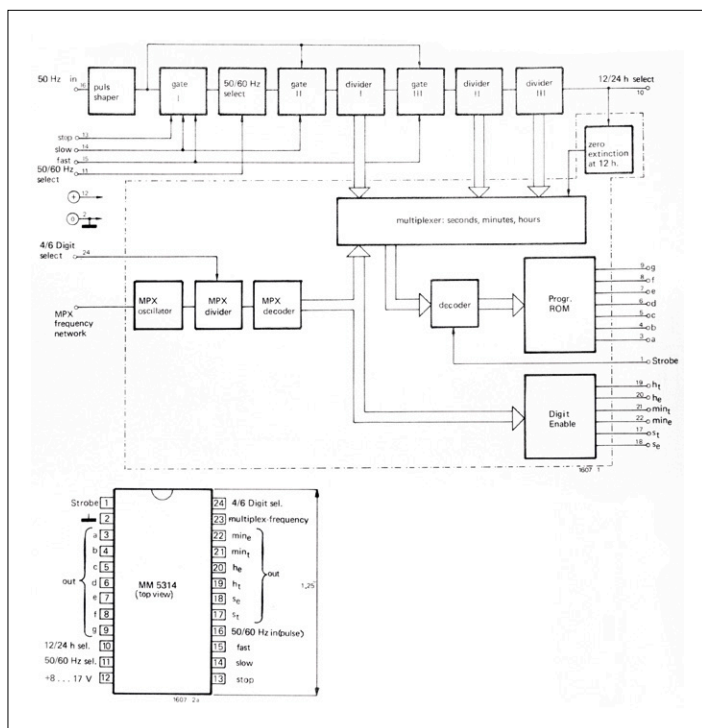
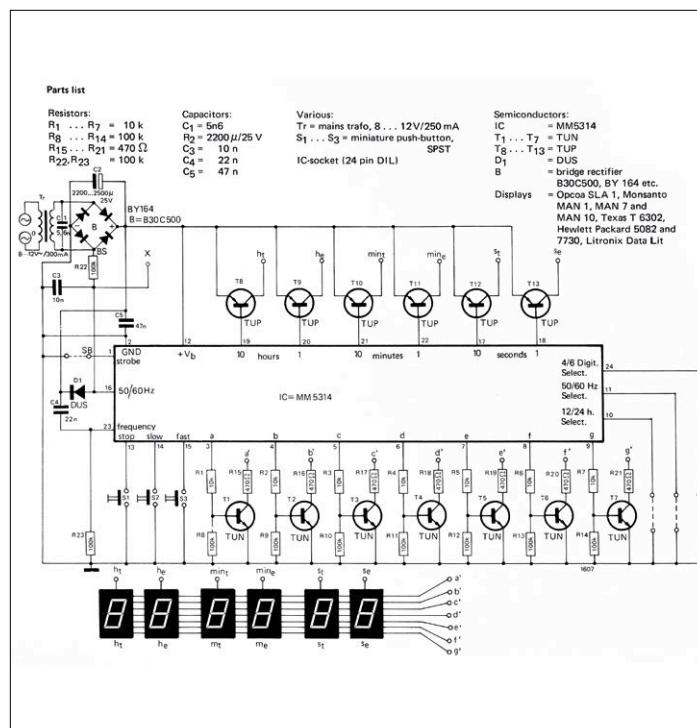

Figure 1. Dessinés par Elektor, l'architecture et le brochage d'un circuit intégré classique, l'horloge MM5314 de National Semiconductor.
Figure 2. Schéma et liste des composants de l'horloge MOS 5314 de 1974.
est conçu pour un montage en surface (**figure 1**), et qu'il est plutôt inadapté à un montage manuel. Les amateurs n'ont pas tous l'expérience nécessaire pour manipuler les CMS, et Kenneth Horton (le concepteur du détecteur de chauve-souris) a trouvé une solution astucieuse en dessinant un petit circuit imprimé rond, avec un trou rectangulaire en son centre. Le boîtier prend place dans ce trou, connexions côté « pistes », et quelques morceaux d'un gros fil de cuivre sont courbés et soudés entre les trous du circuit imprimé et les contacts du microphone (**figure 2**). C'est en effet très bien pensé,
L'article ne mentionne nulle part que le MM5314(N) est un composant de National Semiconductor. Le schéma et le brochage semblent avoir été redessinés par Elektor (**fig. 1**) alors que je suis sûr que les graphistes disposaient des références de NS (elles étaient imprimées en bleu !) Un authentique MM5314N est devenu aussi rare que *cher* (essayez eBay), et par là
Comme le MM5314 était dépourvu de BCD, la commutation des segments à un instant précis nécessitait une technique de multiplexage, quelques transistors d'attaque, sans oublier l'alimentation (fig. 2). Comme aucun logiciel de CAO n'existait en 74, le dessin du circuit imprimé a visiblement été réalisé à grand renfort de ruban adhésif et de transferts de symboles Letraset.
Quand on ne l'a jamais fait, sertir les cosses de connecteurs à broche peut tourner à la frustration. Le premier souci, c'est de trouver un outil adéquat. Je vous recommande la pince SN-28B de la figure 1. Remarquez-y la finesse des détails sur les mâchoires AWG 28-24, en particulier les deux filières en forme de cœur (2).